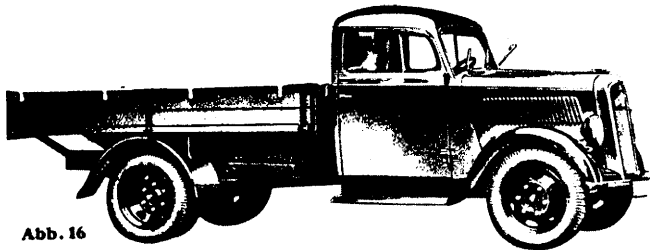
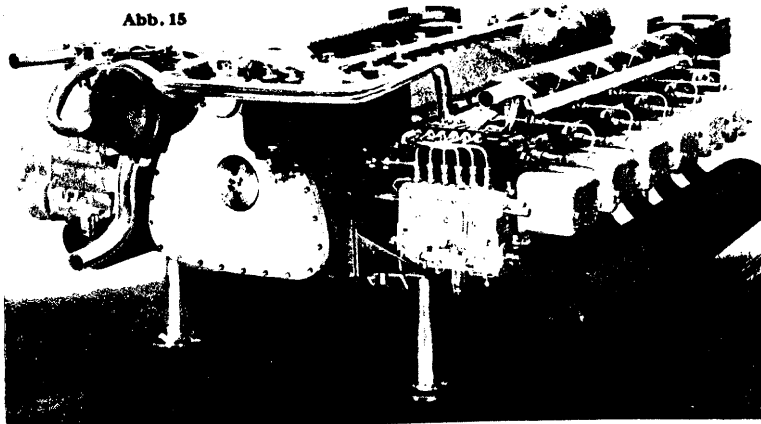
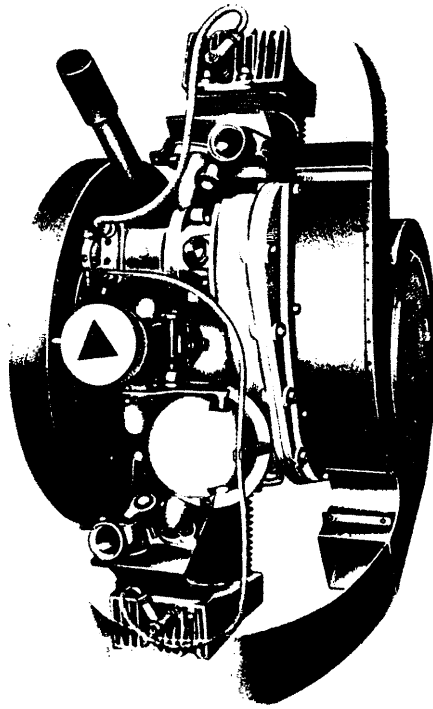
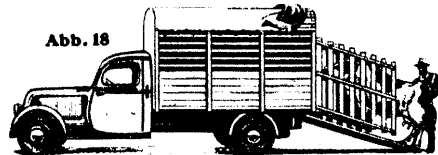

Abb. 16
Abb. 15
Abb. 17
Abb. 18
Dieselmotor (Abb. 15), der 275 PS leistet. Dieser Motor ist als sogenannter Boxermotor mit liegenden Zylindern ausgeführt. Die flache, raumsparende Bauweise gestattet die Verwendung des Motors für Eisenbahntriebwagen dadurch, daß der Motor unter dem Fußboden eingebaut ist.
Die größeren 3,6-Liter-Typen können auf Treibgas umgestellt werden. Den neuen gezeigten 1 1/2-Tonnen-„Blitz“-Schnelllastwagen mit Sechszylindermotor in der Ausführung als Pritschenwagen mit Plane gibt Abb. 16 wieder.
Durch den Fortfall der für die Wasserkühlung notwendigen Bauteile ergibt sich eine Vereinfachung des Motors und der Wartung. Die Bedenken, daß die Preßluftkühlung der Phänomen-Motoren für den Kurzwegbetrieb nicht ausreicht, zerstreute ein gezeigter stationärer luftgekühlter Motor (Abb. 17). Zur Kühlung der Motoren dient ein mit der Kurbelwelle elastisch gekuppeltes Gebläse. Erwähnt sei, daß die mit Preßluft gekühlten Phänomen-Motoren für den Betrieb mit Treibgas geeignet sind.
Einen Phänomen-Viehtransportwagen gibt Abb. 18 wieder. Zur Erleichterung und Sicherung der Tierverladung dient der rückwärtige Verschuß des Transportraumes. Dieser Verschuß kann im geöffneten Zustande auseinandergezogen werden, so daß er zu beiden Seiten des Ladesteges ein Schutzgatter gegen das Ausbrechen der Tiere ergibt.
**Victoria** zeigte den jetzt erst in den Handel gekommenen Saxonette-Triebblock in ein Leichtrad eingebaut. Interessant ist das zu einem Tank erweiterte obere Rahmenrohr des Rades. Die Maschine erhält dadurch ein gefälliges Aussehen und dürfte sich als Ersatz für ein Fahrrad bei geringem Brennstoffverbrauch recht gut eignen. Der kleine Motor hat 60 cm3 Zylinderinhalt und leistet als Zweitakter etwa 2 PS. Abb. 15 gibt das Rad wieder. Ein ganz neues Modell mit einem kopfgesteuerten 350-cm3-Motor findet sich auf dem Victoria-Stand. Der Motor, Abb. 16, hat senkrecht stehenden Zylinder mit guter Einkapselung der Ventile. Auch die Victoria-Räder haben von der 200-cm3-Luxusausführung an eine durch ein Blechgehäuse gegen Verschmutzen geschützte Kette zum Hinterrad. Neu ist auch die bei einigen Typen angebrachte Spannung der Motorgetriebekette, Abb. 17. Die Nachstellung der Kette wird mittels einer am Gehäuseunterteil befindlichen leicht zugänglichen Stellschraube vorgenommen. Weiter ist ein in das Kupplungskettenrad eingebauter Gummistoßdämpfer erwähnenswert, Abb. 18, der ein elastisches Fahren ermöglicht. Die anderen Modelle, besonders die schweren 500-cm3- und 600-cm3-Zweizylinderausführungen sind in bewährter Weise beibehalten worden.